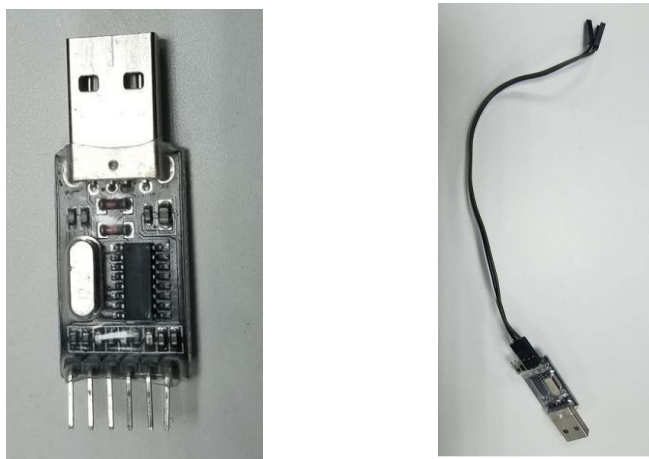

Рисунок 8 - TTL и кабель
- USB-TTL-адаптер с кабелем для подключения к разъему (Рисунок 8);